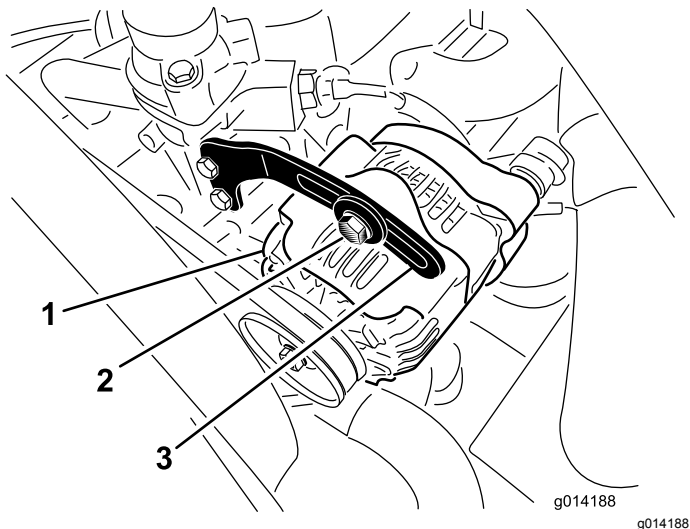

图47
2. 检查交流发电机皮带张紧力的方法使用 10kg 的力按压交流发电机和曲轴箱皮带轮之间的皮带图47中间位置。
3. 松开将支架固定到交流发电机图47的螺栓和交流发电机枢轴螺栓。